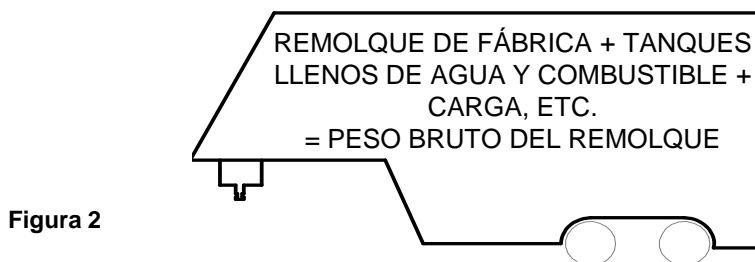

Figura 2
- El vehículo de remolque debe tener una capacidad de remolque establecida por el fabricante que sea igual o superior al peso bruto del remolque (peso seco del remolque más la carga útil del remolque). **(Figura 2)**
Peso bruto del remolque **(Figura 2)**: _____